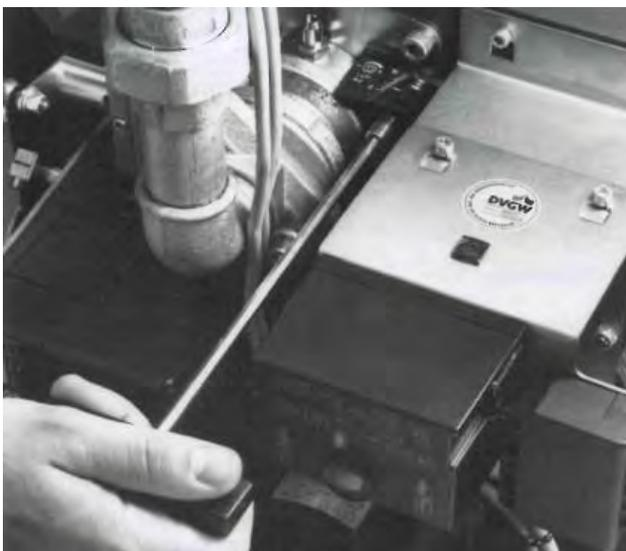

Рисунок 20.
При необходимости точная регулировка воздушного потока устанавливается небольшими шагами в позиции смесительного устройства в соответствии со значениями (Рисунок 20). Желательно значения по умолчанию.
**Внимание! При регулировке количества воздуха для 1-й ступени, значение блока смешивания не должно изменяться (Рисунок 20).**